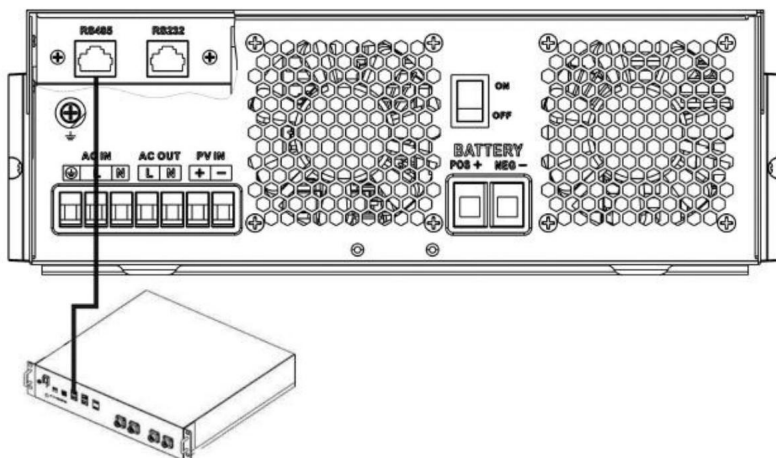

Fig 1
Schritt 1. Verwenden Sie das RS485-Kabel, um Wechselrichter und Lithiumbatterie wie in Abb. 1 zu verbinden.